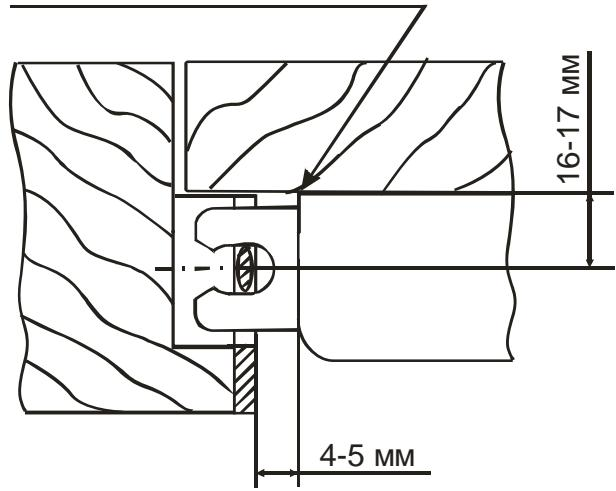
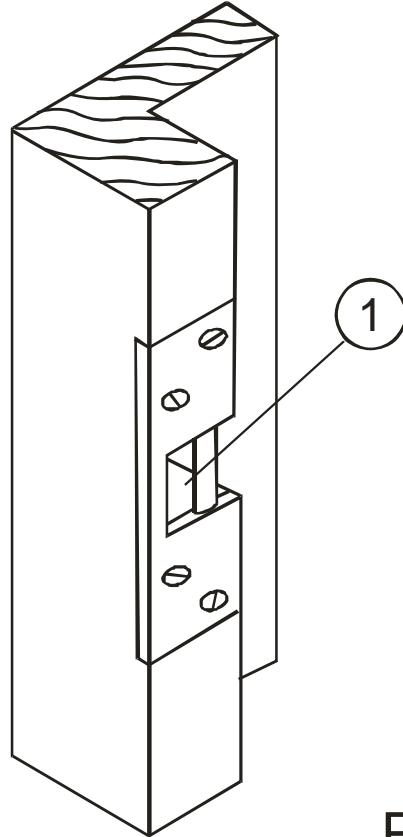

Рис. 18
Рис. 20
6.2.7. Установите узкую запорную планку (рис.1, позиция 5) в соответствии с рис. 18, 20, предварительно выбрав в дереве место для захода ригеля (рис. 20, позиция 1).